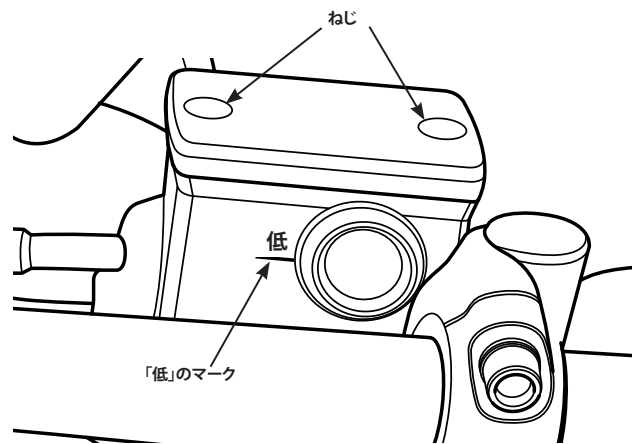

図 53: ブレーキ液のレベルを確認する
4. 点検窓をのぞいて、液面が「低」のマークを下回っていないかどうかを確認します (図 53)。液面が「低」のマークより下にある場合は、ブレーキ液を補給する必要があります。